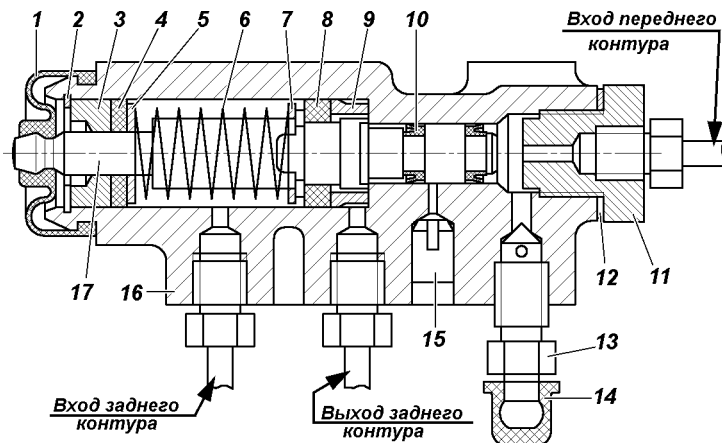

Рис. 9.32. Регулятор давления:
Регулятор давления. На автомобилях, не оснащенных антиблокировочной системой тормозов, устанавливается регулятор давления (рис. 9.32), который обеспечивает оптимальное распределение тормозных сил по осям автомобиля и не допускает блокировку задних колес раньше передних. При обслуживании проверяйте работоспособность регулятора давления. Очищайте регулятор от грязи и проверяйте надежность его крепления. Внешним осмотром убедитесь, что регулятор
3. Заверните болт 3 до соприкосновения его с хвостовиком поршня 17 (см. рис. 9.32) регулятора.